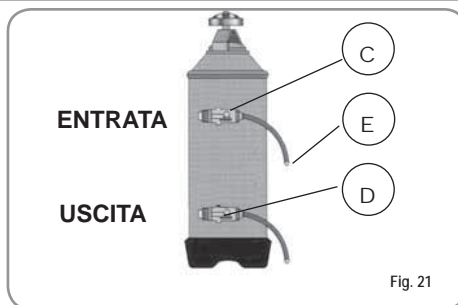

Fig. 21
1) Spegnerla macchina e mettere un recipiente della capacità di almeno 5 litri sotto il tubo E (Fig. 21).